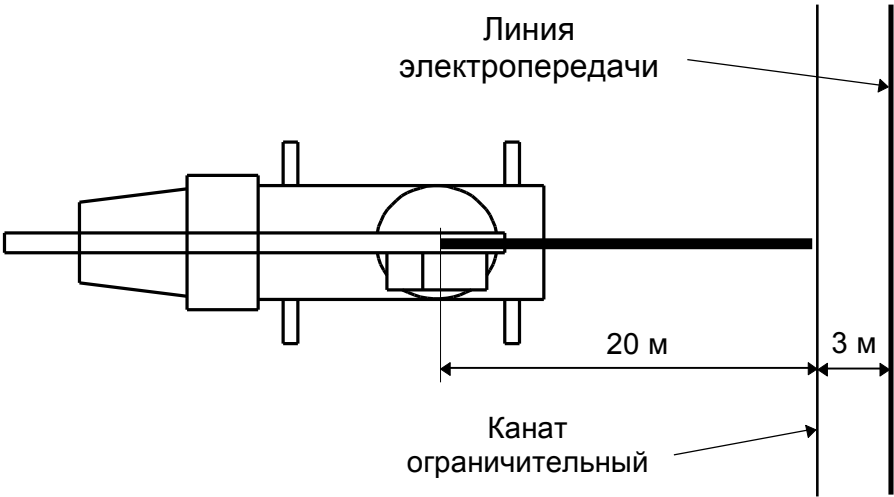

Рисунок 6 - Проверка срабатывания МЗОНа
4.3.4.2.1 Установить на площадке машину (стрела находится в транспортном положении) перпендикулярно линиям электропередачи на расстоянии  $(20\pm1)$  м от оси вращения крана до воображаемой вертикальной плоскости, проходящей через ограничительный канат макета ЛЭП (см. рисунок 6).